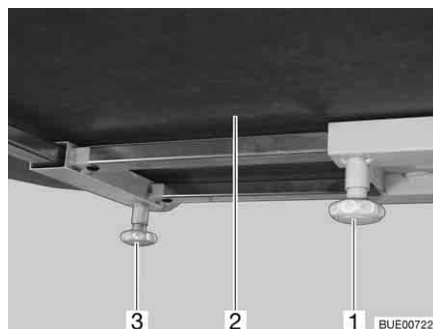

Fig. 114 Desplazar el tablero de la mesa (alternativa)
- Aflojar el tornillo moleteado (Fig. 114,1).
- Desplazar a la posición deseada el tablero de la mesa (Fig. 114,2).
- Aflojar el tornillo moleteado (Fig. 114,3).